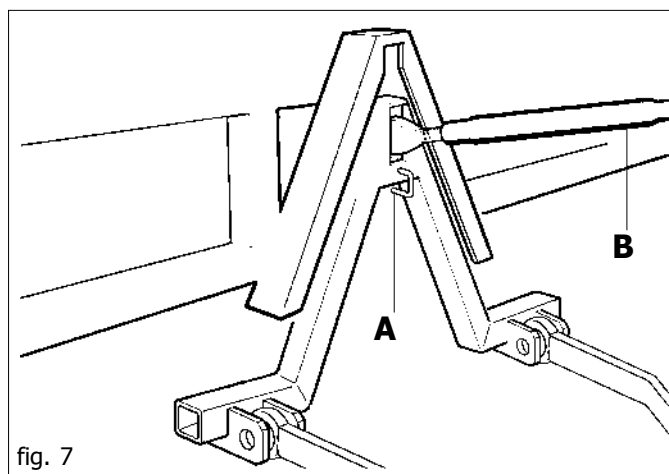

fig. 7
- 5) Sollevare il triangolo di aggancio finché le due parti sono perfettamente accoppiate lungo le guide del triangolo con l'inserimento del perno a molla (A fig. 7).
- 7) Abbassare il sollevatore mettendo l'attrezzatura in posizione di lavoro, controllare che l'attrezzatura sia in posizione corretta, perpendicolare al terreno, eventualmente agire sul terzo punto dell'attrezzatura (B fig. 7).